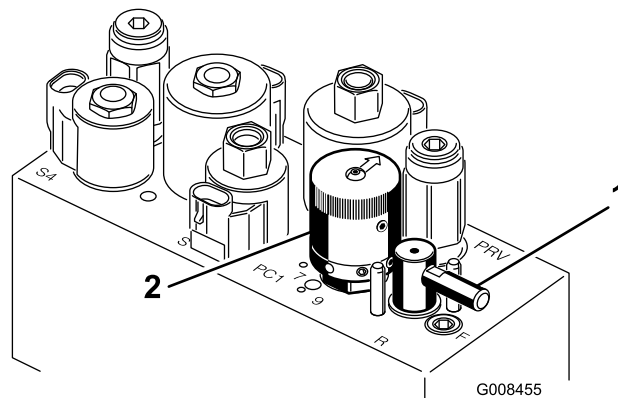

Figura 50
5. Rode a alavanca de rectificação para a posição "R" (Figura 50).
6. Rode o controlo da velocidade dos cilindros para a posição 1 (Figura 50).